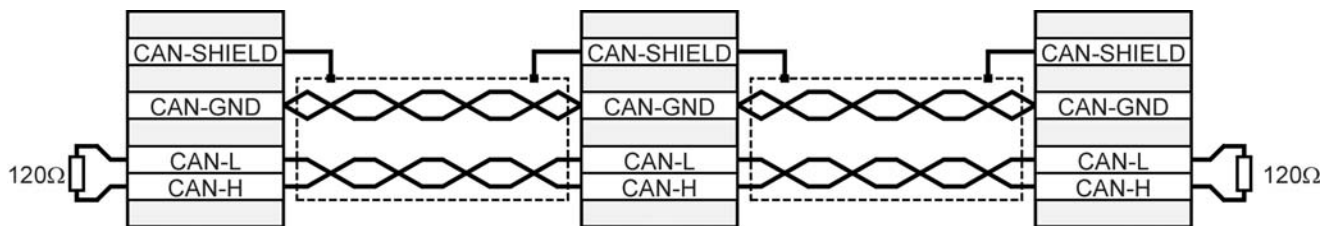

Abbildung 29: Verkabelungsbeispiel für CAN-Bus
- Die einzelnen Knoten des Netzwerkes werden grundsätzlich linienförmig miteinander verbunden, so dass das CAN-Kabel von Regler zu Regler durchgeschleift wird (Siehe *Abbildung 29*).